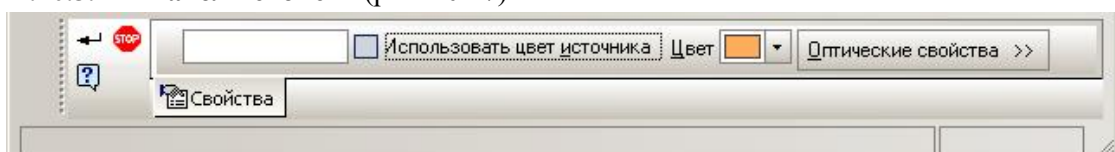

Рис. 10.17. Панель свойств выбранной грани.
2.10.3. На **Панели свойств** (рис. 10.17):